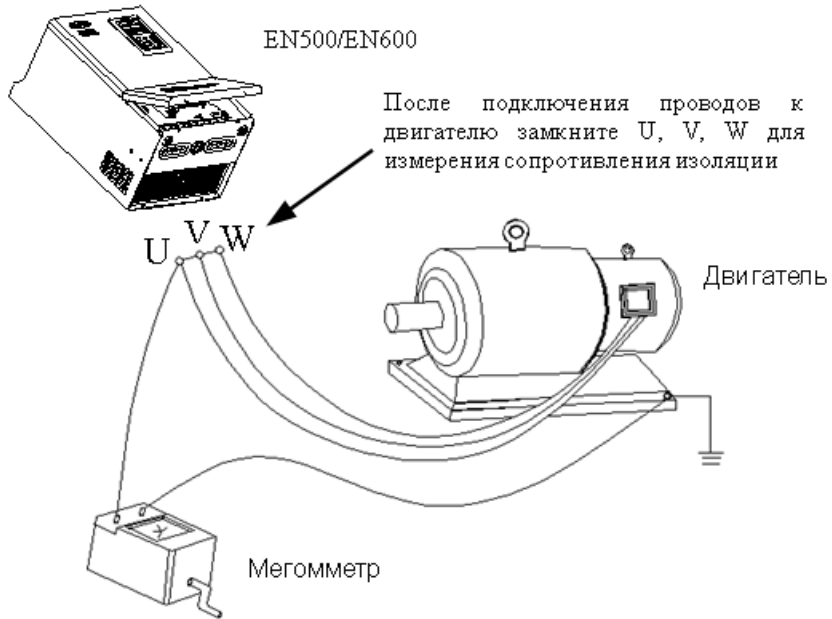

Рисунок 1-1 – Способ проверки изоляции двигателя.
(10) Если в месте установки преобразователя частоты высота над уровнем моря выше 1000 метров, то его выходной ток должен быть уменьшен. Каждые 1000 метров номинальный выходной ток преобразователя снижается на 10%.
(11) Перед первым запуском или в случае, когда двигатель не использовался долгое время, должно быть проведено измерение сопротивления изоляции. Метод проверки показан на рис.1-1. Измерение должно проводиться с использованием 500В мегомметра. При этом сопротивление изоляции должно быть не менее 5Мом, иначе возможен выход преобразователя частоты из строя.